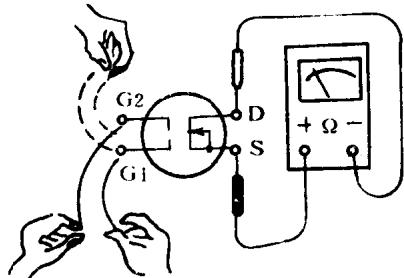

图 1.9 测量场效应管的放大能力
② 放大能力的估测。将万用表置于 $R \times 10$ 档, 如图 1.9 所示, 正表笔接 S 极, 负表笔接 D 极。此时阻值接近于无穷大。将 G1 和 G2 上各引一根导线, 导线的包皮越薄越好, 再用手捏住两导线, 把人体感应电场加在 G1 和 G2 上。指针摆动幅度越大, 放大能力则越强。
③ 管脚极性的判定。目前欧洲及日本产的 MOS 型场效应管, 管脚位置的排列基本是一样的。从底部看按逆时针排列顺序为 D、S、G1、G2。因此, 只要用万用表或其他方法找出 D 和 S 两脚, 问题就得以解决。根据前面的检测可知, 只有 S 和 D 两极间的电阻在几十欧到几千欧之间, 其余的极间电阻均为无穷大。这样很容易找到 S 和 D 极, 然后交换表笔测两次阻值, 其中阻值较大的一次的负表笔所接的为 D 极, 依照排列顺序便将各管脚全部确定。